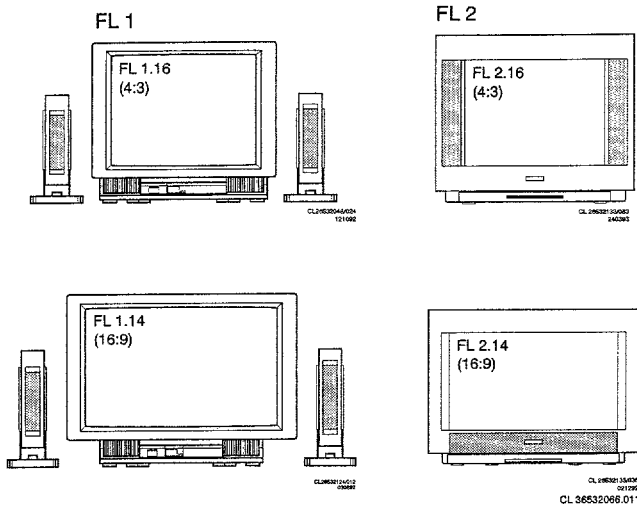

Fig.1
intégrés et des transistors, il convient d'éviter tout amorçage de haute tension. Pour éviter l'endommagement du tube-image, il convient d'appliquer la méthode de déchargement indiquée à la Fig.1. Utilisez à cet effet une sonde à haute tension et un appareil de mesure universel (position CC-V). Procédez à la décharge jusqu'à ce que l'aiguille du cadran se trouve sur 0 V (après environ 30 s).
1. Vue d'ensemble du modèle (fig.1)